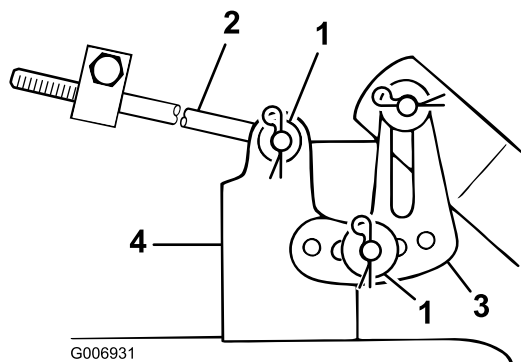

Figura 48
7. Togliete la coppiglia a forcina e la rondella dalla staffa di livellamento (Figura 48).
8. Riposizionate la staffa di livellamento in un foro diverso, e montate la rondella e la coppiglia a forcina (Figura 48).